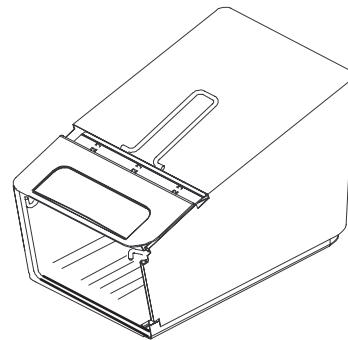

Figura 6
- Asegúrese de que los lados de la base de la bolsa están **dentro** del bastidor de la bolsa, según muestra la Figura 6.